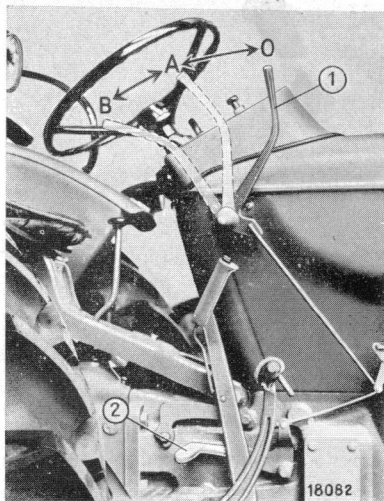

Figure 9
- a) pousser la manette des gaz à environ $\frac{1}{4}$ de charge, en position «B» représentée à la figure 9